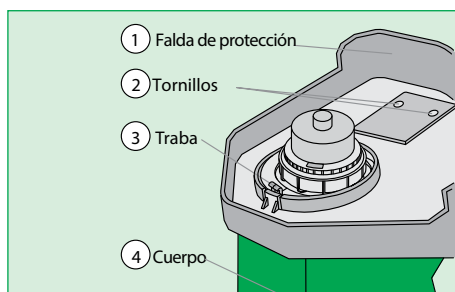
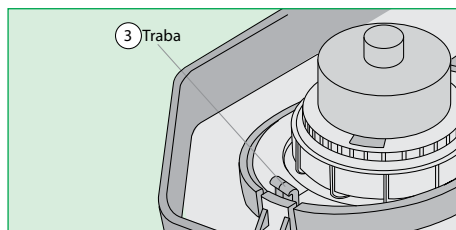

Fig. 1
Fig. 2
- ✓ Usted recibe el equipo montado, excepto la falda de protección. El viene acondicionado junto al equipo, en el mismo embalaje. Para montarlo, gire el equipo hacia arriba (Fig. 1).
- ✓ Ponga la falda de protección conforme el dibujo, encájela en la traba (3) (Fig. 2), presiónela junto al cuerpo (4), coloque los tornillos (2) y dé el aprieto (Fig. 1).